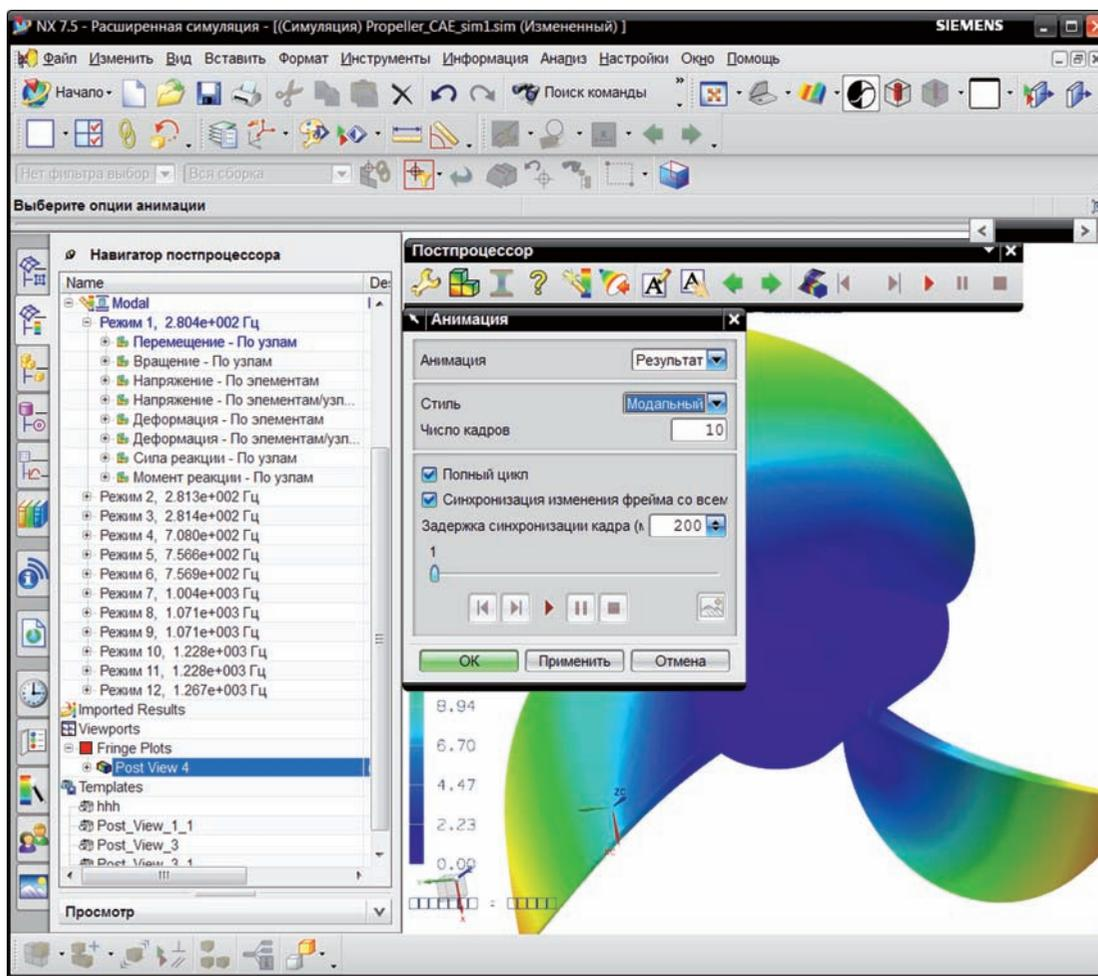

Рисунок 8.39
8.3. Обычно для наглядного просмотра собственных форм на определенных частотах выводят анимированное состояние. Для этого в панели инструментов **Постпроцессор (Post Processing)** выберите команду **Анимация (Animation)**. В диалоговом окне (рис. 8.39) установите следующие настройки: